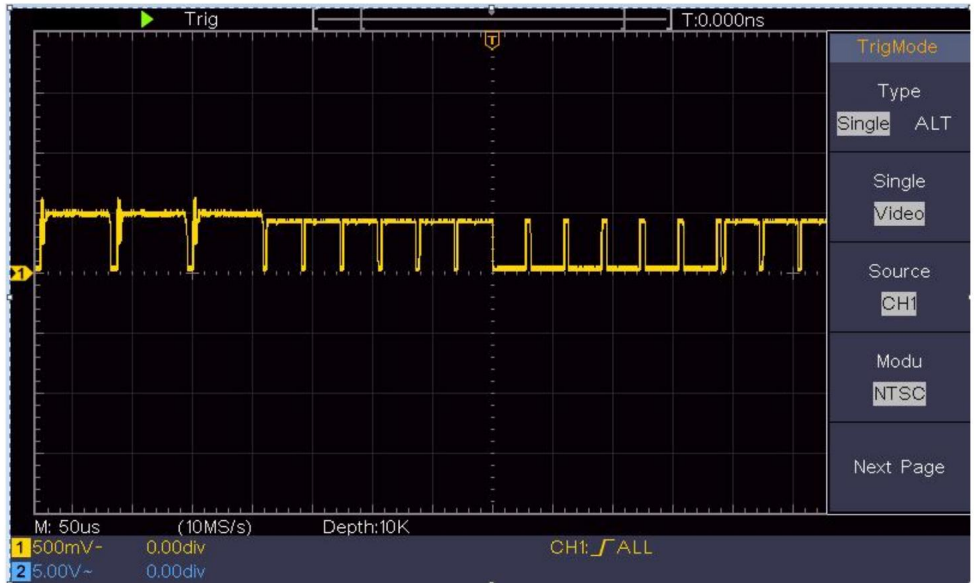

Figura 6-7 Forma d'onda catturata dal trigger del campo video
- (1) Premere il pulsante **Trigger Menu** per visualizzare il menu corretto.
- (2) Nel menu a destra, seleziona **Tipo** come **Singolo**.
- (3) Nel menu a destra, seleziona **Singolo** come **Video**.
- (4) Nel menu di destra, seleziona **Sorgente** come **CH1**.
- (5) Nel menu di destra, seleziona **Modu** come **NTSC**.
- (6) Nel menu di destra, premere **Pagina successiva**, selezionare **Sincronizza** come **campo**.
- (7) Ruotare la **scala verticale**, la **posizione verticale** e la **scala orizzontale** manopole per ottenere una corretta visualizzazione della forma d'onda (vedere *Figura 6-7*).